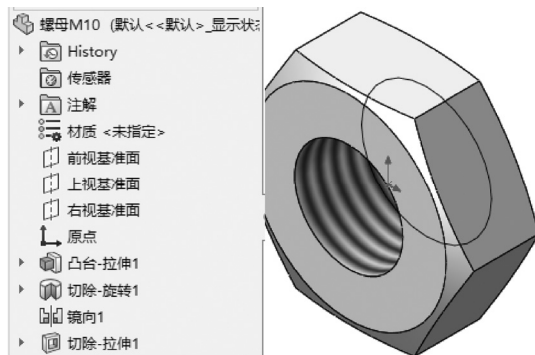

图 7-53 零件“螺母 M10.sldprt”
**06** 保存文件。选择菜单栏中的“文件”→“保存”命令，将零件文件保存为“螺母 M10.sldprt”，最后的效果如图 7-53 所示。